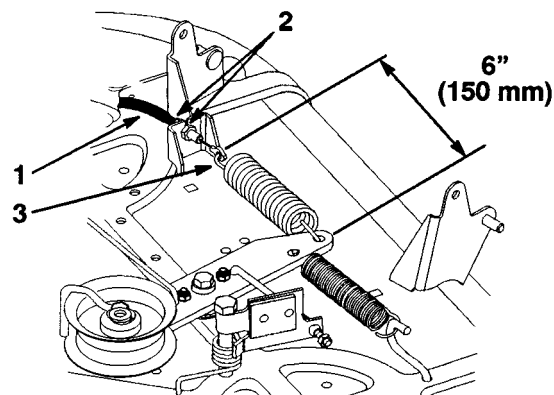

Fig. 46
15. Sæt klippehøjdeløftets hjælpefjeder fast på holdebolten (fig. 46) ved hjælp af fjederredskabet, som følger med maskinen.
12. Knivhåndtaget (kraftudtaget) på instrumentpanelet tilkobles. Mål afstanden mellem mellemfjederens krogender (fig. 46). Justér låsemøtrikkerne, så der opnås et mål på 150 mm (fig. 46).